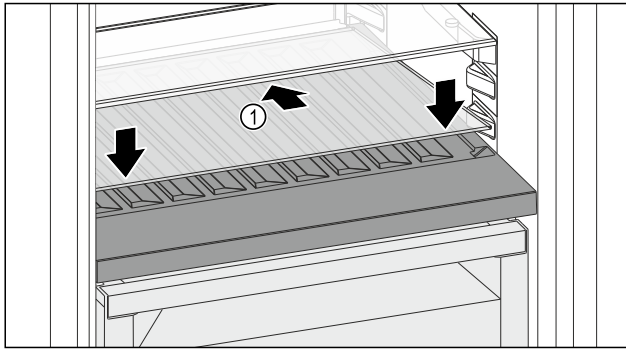

Fig. 109
- ▶ 向后下方倾斜放置玻璃隔板 Fig. 109 (1)。
- ▶ 放低玻璃隔板 Fig. 109 (1) 前部。